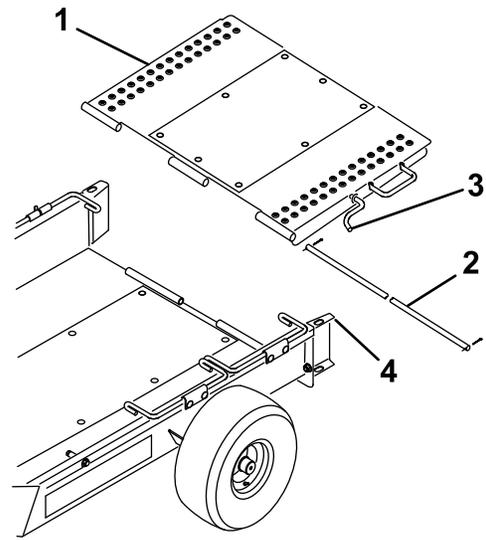

图3
5. 用铰链杆和 2 个开口销将拖车坡道安装到拖车底板的后面 (图3)。
6. 将拖车坡道向上转动, 并将坡道门锁挂入车轮导轨顶部的孔中 (图3)。
8. 将拖车坡道向上转动，并将坡道闩锁挂入车轮导轨顶部的孔中（图3）。